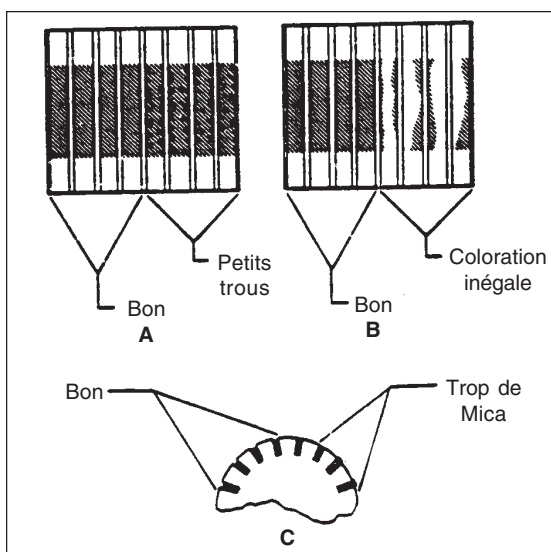

Figure 3
3. Soulever le sac-filtre en tissu. Voir figure 3.